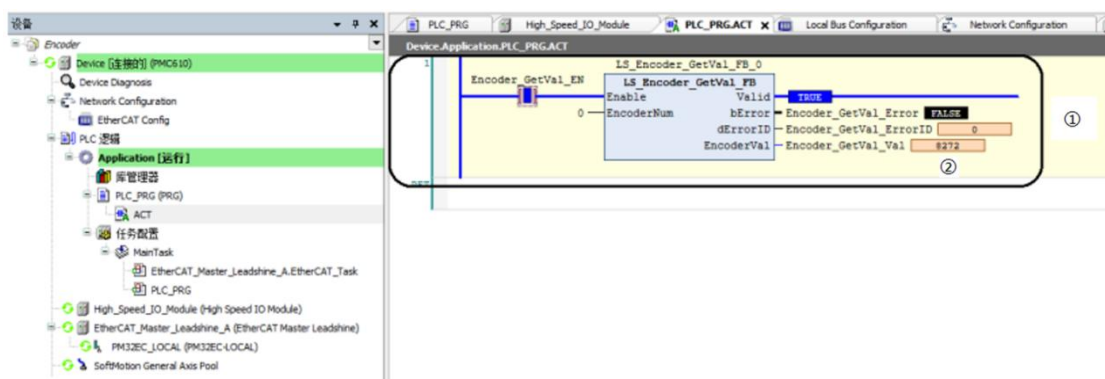

图 10.34 编码器模块的运行情况
3) ACT()模块，如图 10.34 所示，图中标注部分解释如下。
- ① 编码器计数功能块。
- ② 转动手轮，编码器 0 正常计数。